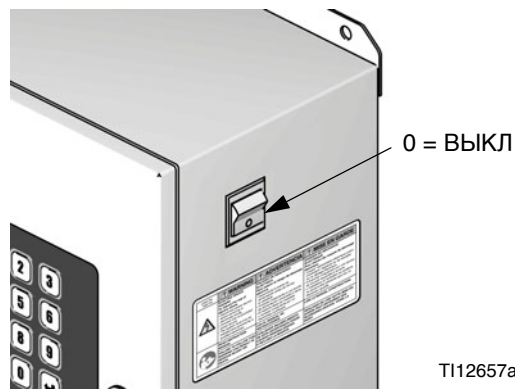

Рис. 14. Выключение питания
3. Выключите питание системы ProMix 2KS (приведите выключатель в положение 0). Рис. 14.